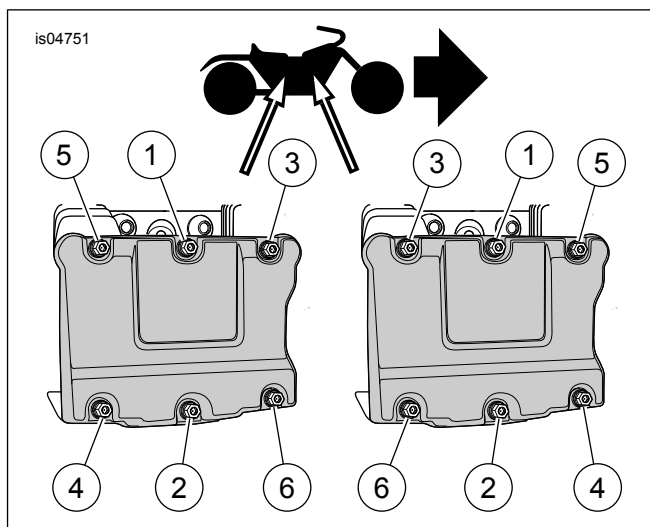

Figura 2. Afrouxamento dos seis parafusos da tampa do balancim na seqüência mostrada
1. Veja a vista aumentada da Figura 6 para obter todos os **números-chave** referidos nos passos de 3 a 15. Veja da Figura 2 até a Figura 5 para obter os detalhes da remoção, como indicado. Alternadamente afrouxe os seis parafusos da tampa do balancim (1) de acordo com a seqüência mostrada na Figura 2. Remova e descarte os parafusos da tampa do balancim.